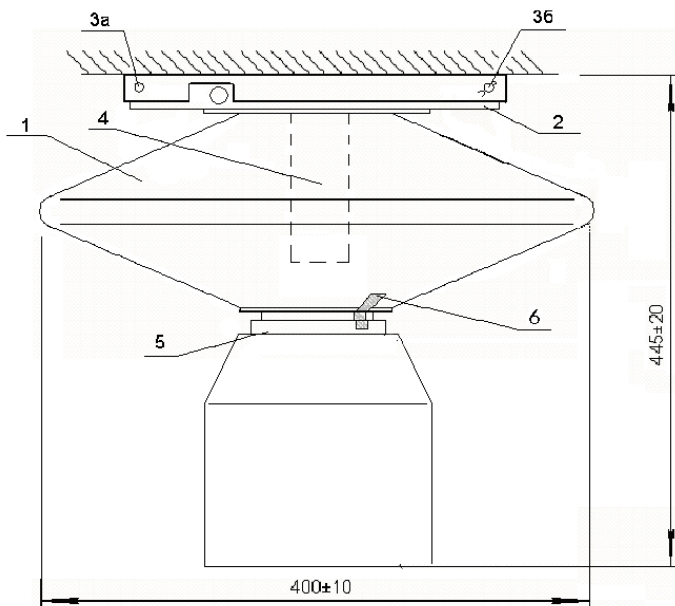

Рис. 1. Конструкция МПП «Гарант-D»
4.1. Модуль МПП(р)-12-КД-1-ГЭ-УХЛ кат. 3.1 конструктивно состоит из следующих основных элементов (рис. 1)¹:
- корпуса (1), заполненного огнетушащим порошком типа ПХК ТУ 10968286-06-94;
- узла крепления (2) к крепёжной площадке с двумя осями (3а и 3б);
- газогенератора (4) с электроактиватором;
- узла вскрытия с насадком-успокоителем (5);
- гарантийная пломба (6).